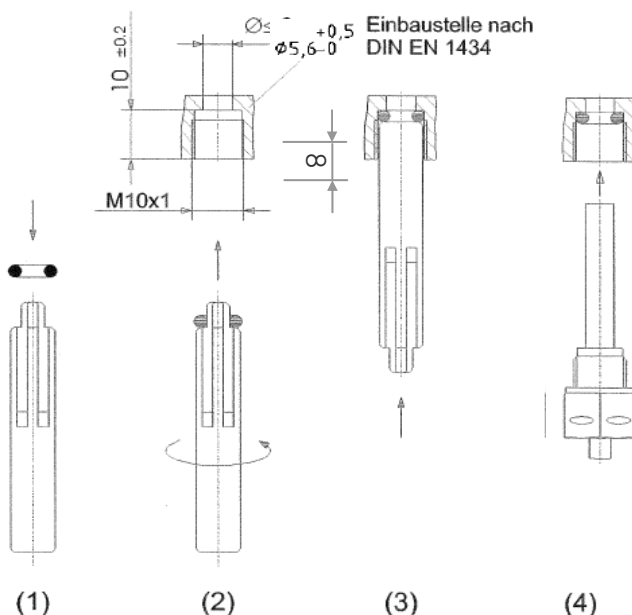

Bild 1
3. Den inneren Steg der Halbschalen-Verschraubung in der umlaufenden Sicke der Temperaturfühlerschutzhülse positionieren (Bild 1) und die Halbschalen fest zusammendrücken